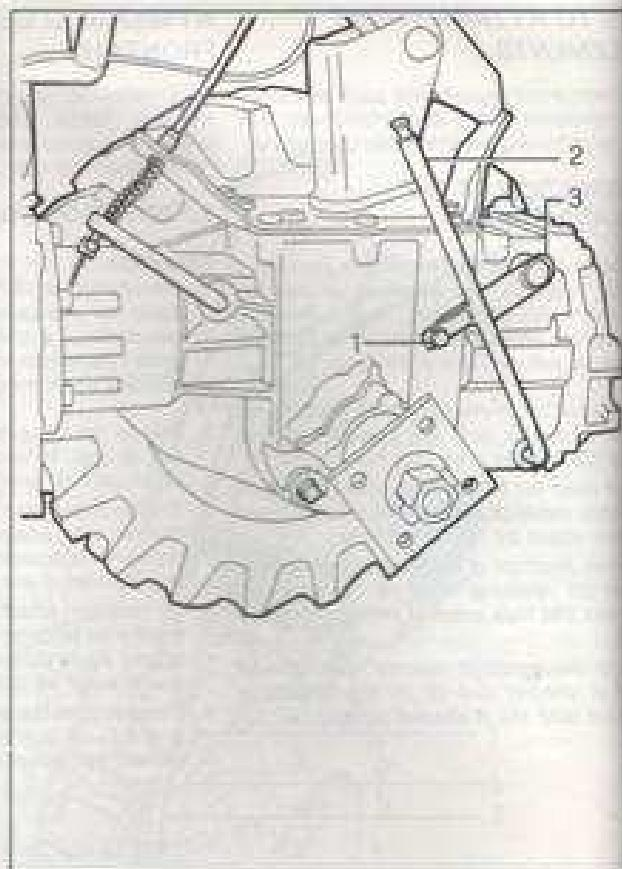

Fig. 9 - Bild 9
1. Remove the hex head screw (fig. 9, part II) located on the p.t.o. control lever; consequently the p.t.o. lever (2) will be caused to engage freely without being precluded by lock (3).
1. Enlever la vis à tête de six pans (fig. 9, rep. 1) installée sur le levier de commande de la p.t.o., après quoi le levier de la p.d.l. (2) pourra se connecter aisement sans être arrêté par l'obstacle (3).
1. Die Sechskantschraube (Bild 9, Detail 1) entfernen, die auf dem Zapfwelle-Steuерhebel angeordnet ist. Dadurch kann der Zapfwelle-Steuerhebel (2) ohne Hindernisse eingeschalten werden (3).
1. Rimuovere la vite a testa esagonale (fig. 9, part. 1) installata sulla leva di comando p.d.p.; di conseguenza la leva della p.d.p. (2) potrà innestarsi liberamente senza essere bloccata dall'impedimento (3).